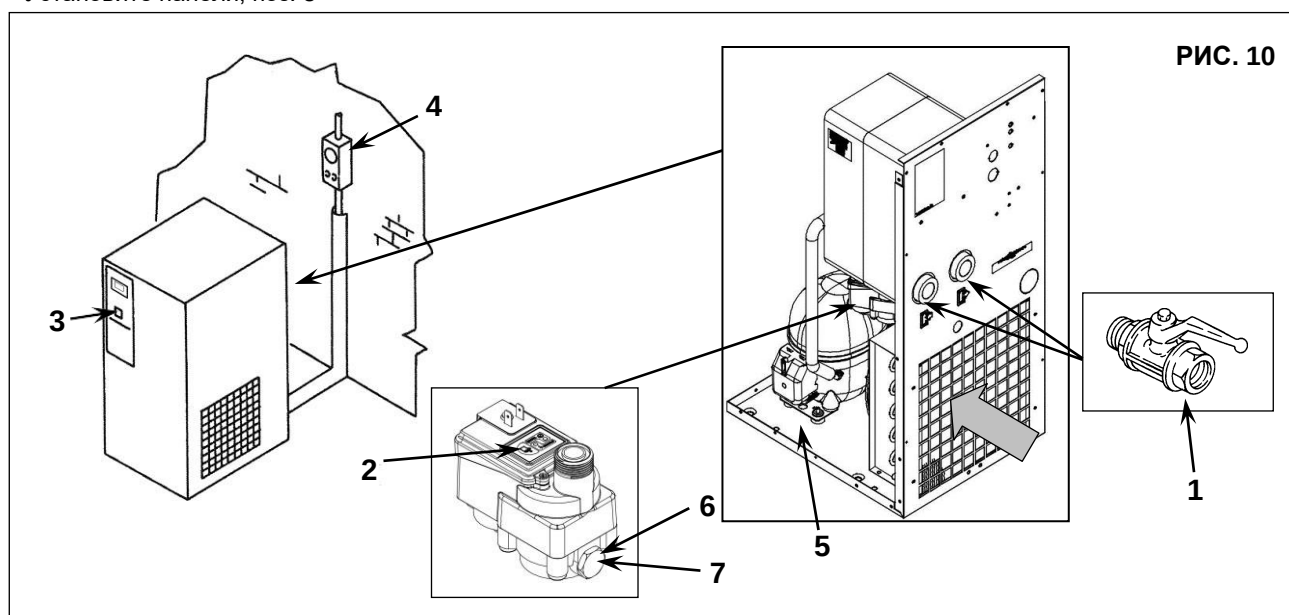

РИС. 10
#### 16.2 ОЧИСТКА ФИЛЬТРА УСТРОЙСТВА АВТОМАТИЧЕСКОГО СЛИВА КОНДЕНСАТА (Рис. 10)
- Закройте кран, поз. 1, рис. 10
- Сбросьте давление в осушителе, нажав кнопку слива конденсата “TEST”, расположенную на пароотделителе, поз. 2, рис. 10.
- Выключите устройство, нажав кнопку “STOP”, поз. 3, рис. 10
- Включите автоматический дифференциальный переключатель питания, поз. 4, рис. 10
### 16.3 ОЧИСТКА КОНДЕНСАТОРА (Рис. 10)
- Выключите устройство, нажав кнопку "STOP", поз. 3, рис. 10
- Снимите панели, поз. 5, рис. 10
- Очистите ребра конденсатора, поз. 1, сжатым воздухом (Рис. 10). **НЕ ИСПОЛЬЗУЙТЕ ВОДУ И РАСТВОРИТЕЛИ**
- Установите панели, поз. 5, рис. 10